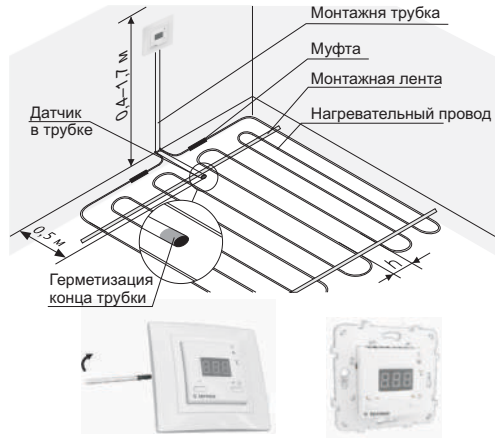

Рисунок 1. Монтаж терморегулятора и системы теплый пол
- закрепить терморегулятор в монтажной коробке. Для чего снять лицевую рамку, подцепив ее со стороны отверткой, вставленной в паз (рис. 1). Поместить терморегулятор в монтажную коробку и закрутить монтажные винты.